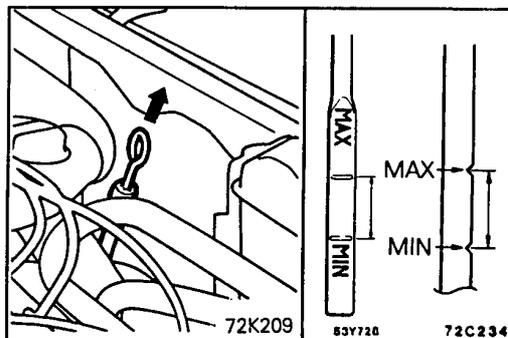

Рис. 10.2
- (1) Проверьте и убедитесь в том, что уровень масла на маслоизмерительном щупе находится между метками «max» и «min» (рис. 10.2).
- (2) Убедитесь в том, что масло не загрязнено, не содержит включений воды и бензина, и имеет нормальную вязкость.